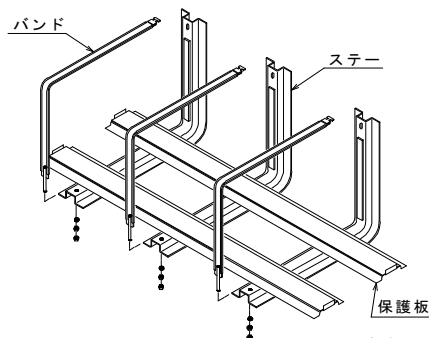

図2
- (4)保護板を取付けます。(図2 保護板付きタンクのみ)
- (6)SC40、ZC40(400L)、SC35、ZC35(350L)、SK40(400L)のタンクには、必ず保護板(RC40,RC35)をご使用ください。保護板は、M8ボルト12本にてハンガー1本ごとに固定してください(図2 参照)
- (7)SC30、ZC30(300L)、SH30、ZH30のタンクには保護板を別途用意しております。ステーの間隔が取れない時、および悪路走行車両には必ずご使用ください。
- (8)タンク、ステー及びバントをセットし、タンク番号末尾にKを付けキット番号としております。